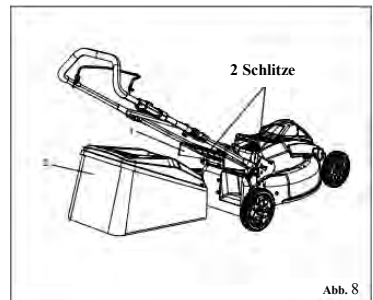

Abb. 8
### HINWES. Siehe Abb. 8.
- Um die Schnitthöhe einzustellen, greifen Sie den Hebel zur Höhenverstellung, ziehen Sie ihn zuerst zur Seite und bewegen Sie ihn dann nach vorne (1).
- Um die Schnitthöhe zu verringern oder zu erhöhen, bewegen Sie den Hebel wie in Abb. 8 dargestellt. Der Mähers kann durch Bewegen des Hebels nach Vorne gesenkt und durch Bewegen nach Hinten (2) erhöht werden.